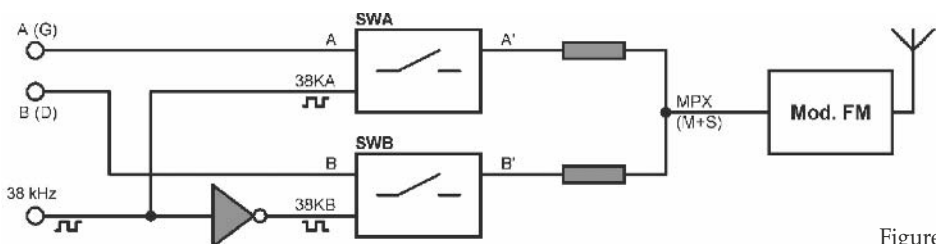

Figure 3.4
**Tentattoo** – Avant de vous parler plus précisément de la modulation d'amplitude à porteuse supprimée, je dois préciser que le résultat que l'on souhaite obtenir, c'est-à-dire la transposition de notre signal A-B sur la fréquence centrale de 38 kHz, peut être obtenu par deux méthodes différentes, et que l'on peut choisir celle que l'on veut car toutes deux sont autorisées et définies selon les normes FCC. Première méthode : grâce à des interrupteurs électroniques commandés, on laisse passer alternativement les signaux audio des voies gauche et droite, à la fréquence de 38 kHz (**figure 3.4**).